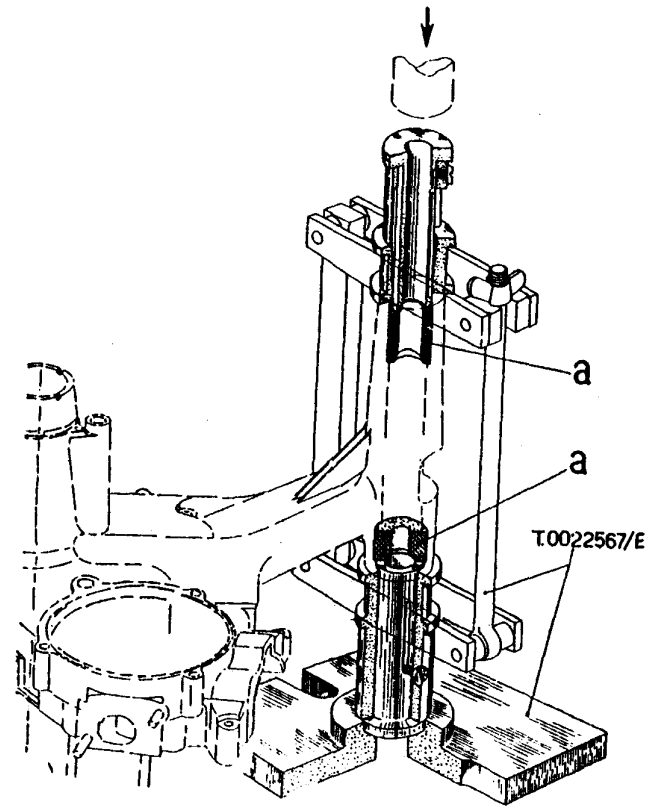

Fig. 77.
- a) Montar los tacos "a" en la posición que se indica en la fig. 77, empleando una prensa de cinco toneladas de potencia mínima.